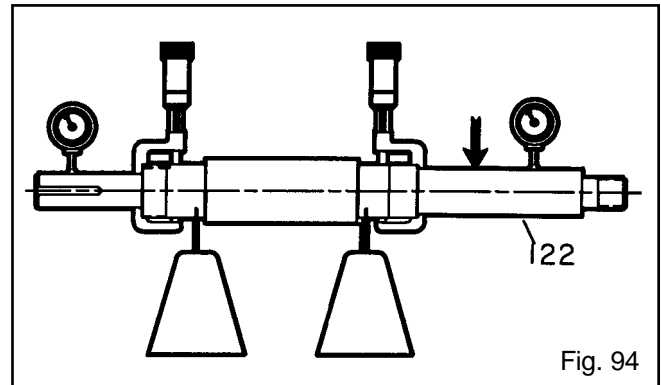

Fig. 94
1. Verifique los ajustes de los cojinetes. Si alguno está fuera de la tolerancia en la *Tabla 8*, reemplace el eje (122) (Fig. 94).